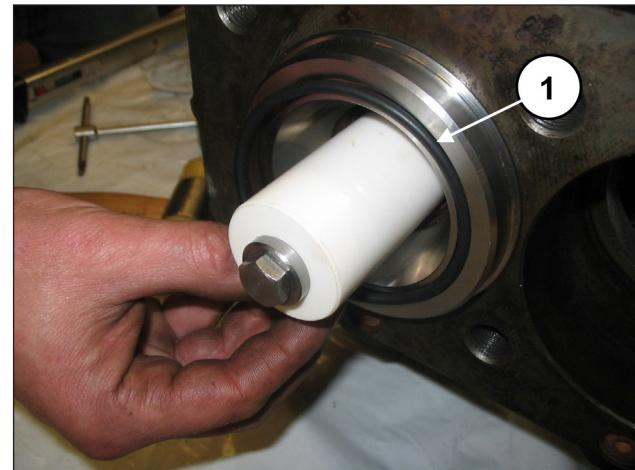
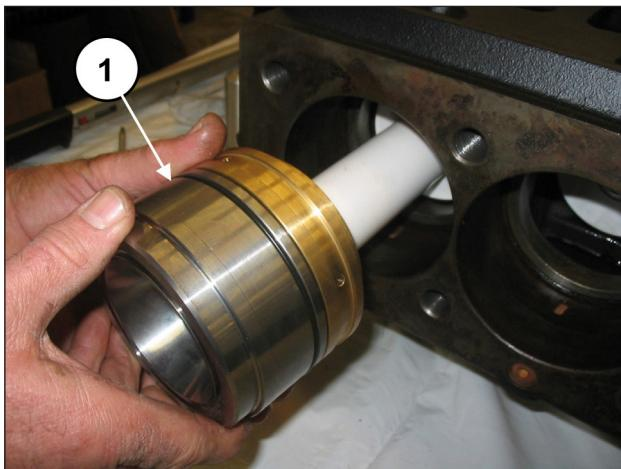

图 152
图 153
安装缸套的前O形圈（位置①，图 152）和再循环孔的O形圈（位置①，图 153）。